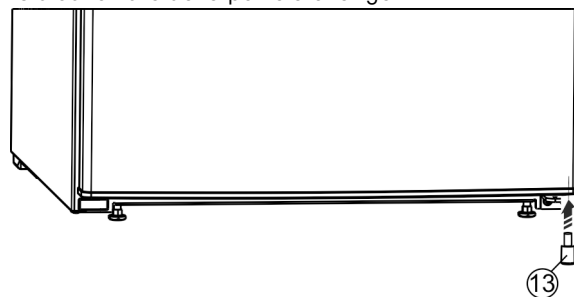

Fig. 24 *
- ▶ Replacer la butée *Fig. 24 (13)* en bas à droite sur la porte, car elle joue un rôle important pour la stabilité de l'appareil.*